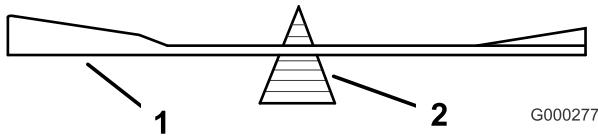

Figure 58
- Vérifiez l'équilibre de la lame en la plaçant sur un équilibrEUR (Figure 58). Si la lame reste horizontale,
elle est équilibrée et peut être utilisée. Si la lame est déséquilibrée, limez un peu l'extrémité de la partie relevée seulement (Figure 58). Répétez cette procédure jusqu'à ce que la lame soit équilibrée.